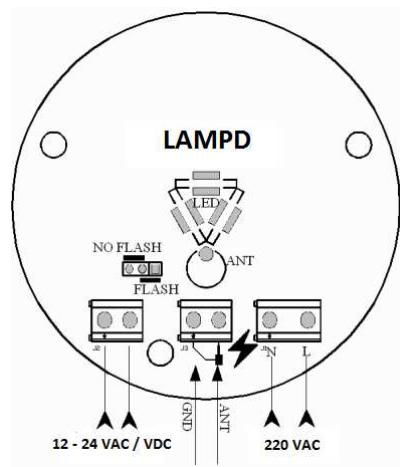

figura 1.
- 3.1 Para alimentar la lámpara a 12 - 24 VAC / VDC seleccione los bornes de la izquierda referenciados en la figura 1.
3.2 Para alimentar la lámpara a 220 VAC seleccione los bornes de la derecha referenciados en la figura 1.